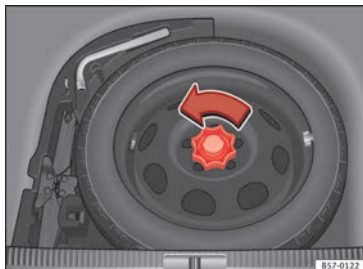

Fig. 246 Roue de secours : plancher de chargement soulevé.
- Tournez la molette dans le sens inverse des aiguilles d'une montre » » **fig. 246**.